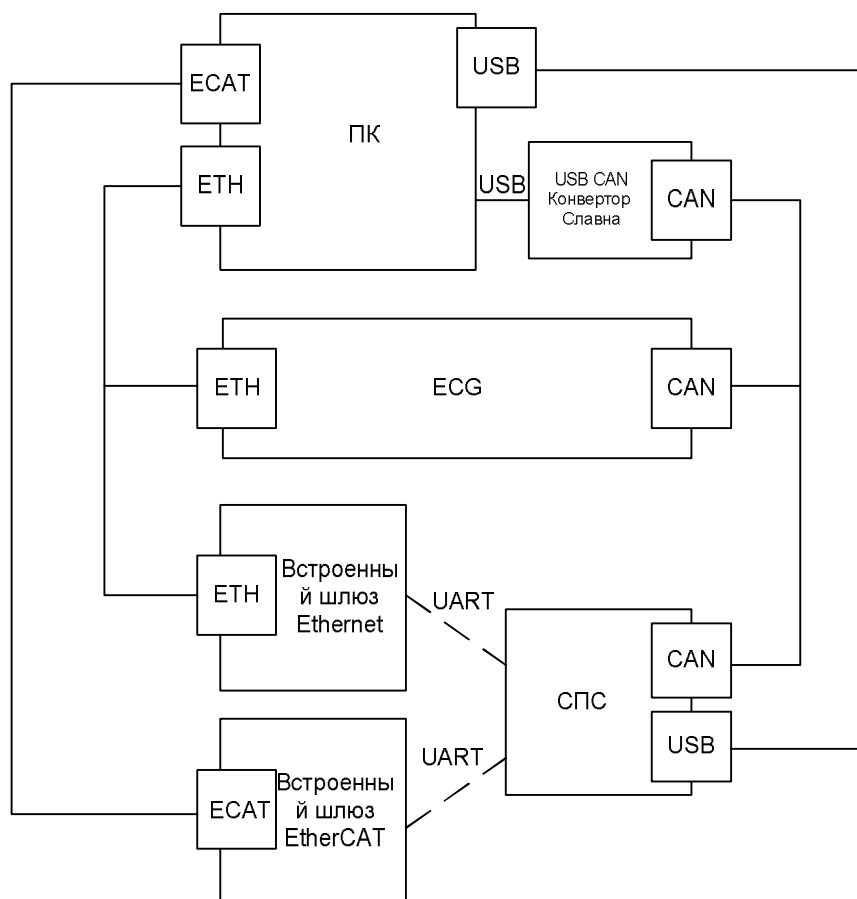

Рис. 1. Варианты интерфейсов контроллера верхнего уровня с приводами серии СПС.
- USB порт (см. Рис. 1). Непосредственное взаимодействие с контроллером привода через микросхему Silicon Labs CP21xx виртуального COM порта по интерфейсу USB. Данный вариант является наиболее простым.
- CAN шина (см. Рис. 1). Непосредственное взаимодействие с контроллером привода через CAN шину. Данный вариант требует наличие CAN интерфейса в самом контроллере верхнего уровня. Например, для ПК потребуется дополнительный USB-CAN конвертор или карта расширения CAN-PCI. CAN шина является надежной и удобной шиной. CAN шина является высокозащищенным каналом связи. При ее использовании можно организовывать взаимодействие с большим количеством приводов (до 128) и увеличить дальность связи до 50 метров на скорости 500 кБод.
- Ethernet шина (см. Рис. 1). В сервоприводы серии СПС встроен дополнительный контроллер связи, который представляет собой шлюз между шиной Ethernet и контроллером привода.
- Ethernet шина. Посредством использования Ethernet CAN шлюза ECG (см. Рис. 1).
- Начиная с 2014 года сервоприводы СПС опционально комплектуются интерфейсом EtherCAT (см. Рис. 1).